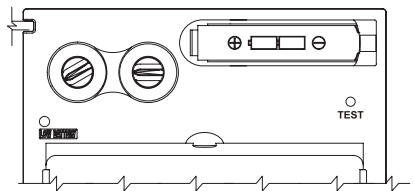

Fig. 1
- **Installation af batteri.** Når indikatoren for lavt batteri bliver rødt, skal du udskifte batteriet med det samme. Installér det nye batteri efter mærkningen af positiv og negativ pol på batterihuset (se fig. 1).
- **TEST.** Tryk og hold TEST-knappen (se fig. 1) på hjelmens inderside for at teste tæthedsgraden, inden svejseprocessen startes. Når knappen slippes skal hjelmen automatisk vende tilbage til lys tilstand (DIN 3.5).